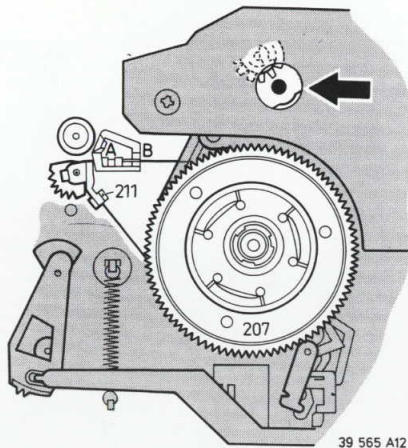

Fig. 3-1-10
- Remband met pincet ontgrendelen en van stand A naar stand B schuiven (remband ligt los om spoelschotel) (Fig. 3-1-10).